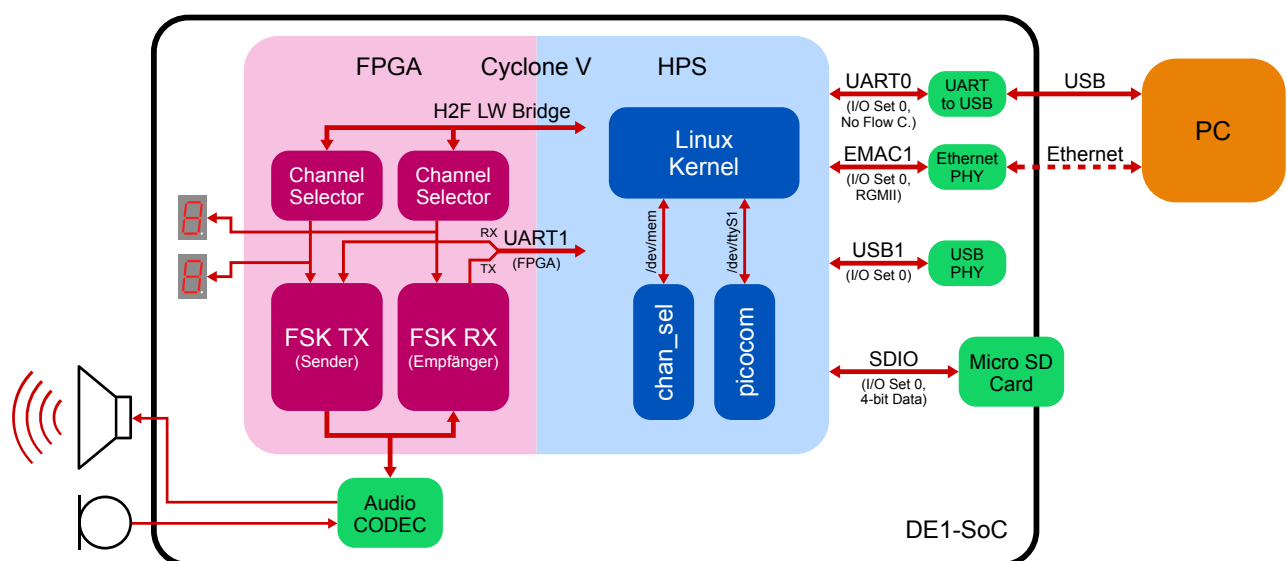

Abbildung 1: Überblick über das Gesamtsystem
Diese Übung schließt das Gesamtprojekt ab. Als Ergebnis soll ein System-on-Chip (SoC) zur Verfügung stehen, welches einen Applikationsprozessor und ein FSK-Modem vereint. Als Applikationsprozessor wird das im Cyclone V fest integrierte Hard Processing System (HPS) mit seinen beiden ARM Cortex-A9 verwendet. Darauf wird ein Linux-Betriebssystem zum Einsatz kommen. Abbildung 1 gibt einen Überblick über das Gesamtsystem.
- b ☐ 2 Passen Sie die Konfiguration der HPS-Komponente an Ihre Bedürfnisse (siehe Abb. 1) an: